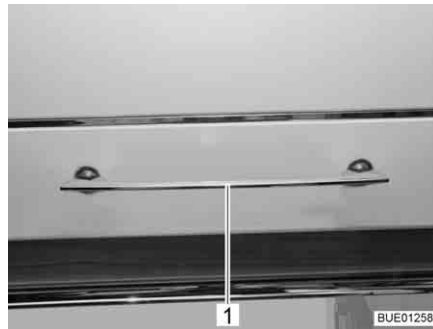
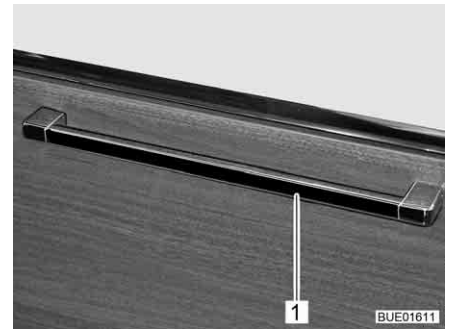

Bild 73 Skåplucka med låshandtag
Bild 74 Skåplucka med låshandtag (alternativ)
- Tryck låshandtaget (Bild 73,1 resp. Bild 74,1) uppåt, åt sidan eller nedåt, beroende på monteringsläge, och håll det nedtryckt.